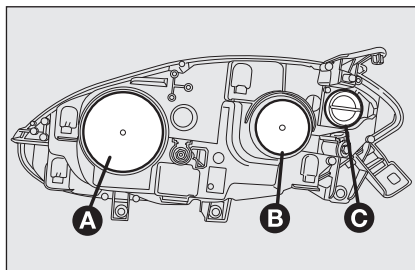
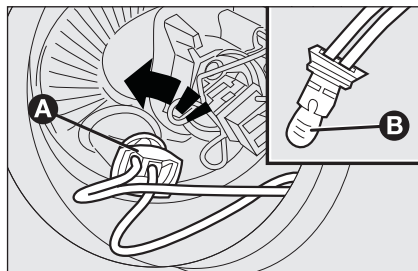

fig. 19
fig. 21
GRUPOS ÓPTICOS DELANTEROS fig. 19
- ☐ quite la tapa de protección **B**-fig. 19;
- ☐ monte la tapa de protección **A**-fig. 19.
- ☐ quite la tapa de protección **A-fig. 19**;
- ☐ gire el portalámpara en sentido antihorario **A-fig. 21** e sítalo;
- ☐ coloque la lámpara nueva, monte nuevamente el portalámpara **A-fig. 21** luego monte correctamente la tapa de protección **B-fig. 19**.
- ☐ monte correctamente la tapa de protección **B-fig. 19**.
- ☐ gire en sentido antihorario la tapa de protección **C-fig. 19**;